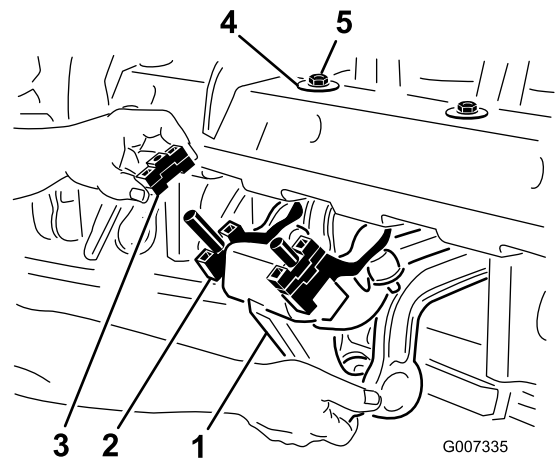

图25
1. 卸下将 Roto-Link 阻尼器总成固定至打孔头机架底部的锁紧螺母 1/2 英寸 图25。
2. 降低阻尼器总成与隔片接触 图25。
4. 再次将阻尼器总成组装到打孔头机架上。确保 D 垫圈按 图25 中所示靠住打孔头机架安装。固定 2 个锁紧螺母。